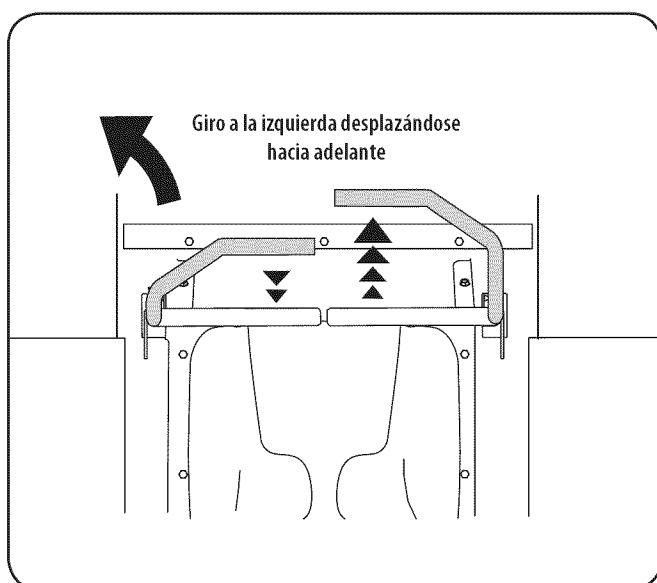

Figura 12
- Para girar a la izquierda, mueva la palanca de control del lado izquierdo hacia atrás respecto de la palanca derecha. Vea la Figura 12.